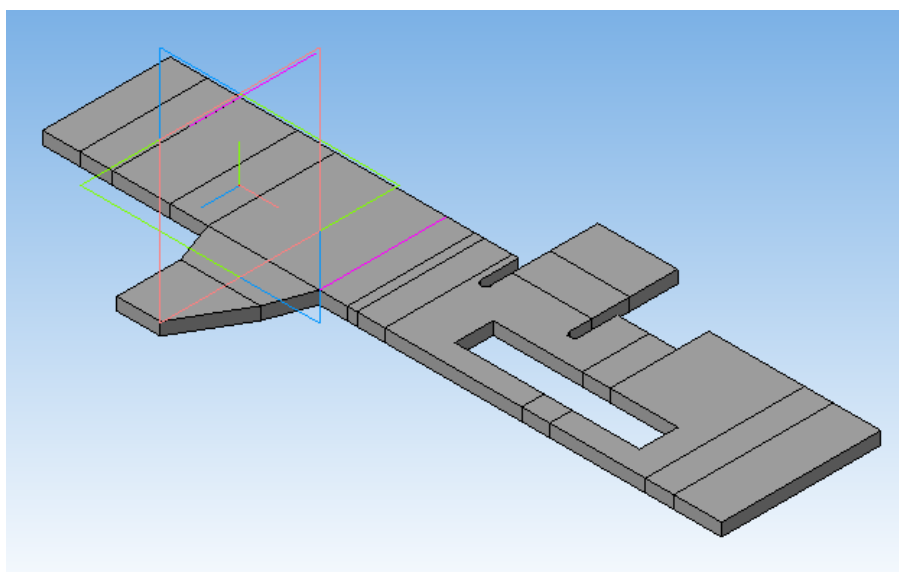

Рисунок 63.
3. На панели «Элементы листового тела» нажмем кнопку «Развертка»  система сформирует развертку листовой детали (рисунок 63).